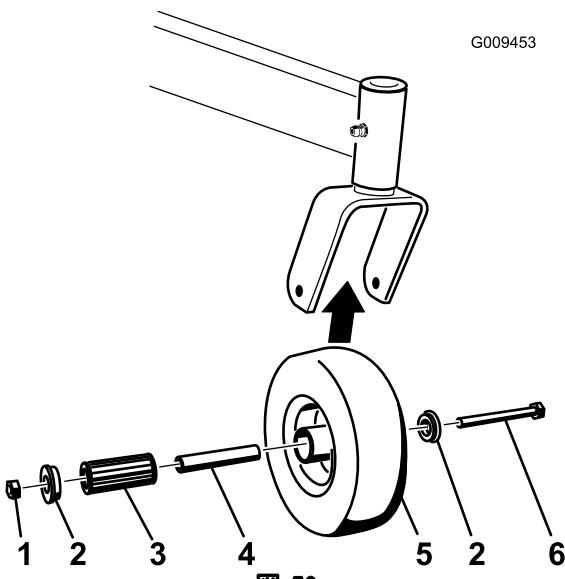

図 59
1. キャスター・ホイールをキャスター・フォークに保持しているボルトとロックナットを外す(図 59)。
2. ブッシュを外し、スパナ・ブッシュとローラ・ベアリングをハブから外す(図 59)。
3. ハブについているもうひとつのブッシュも外し、ハブについているグリスや汚れを除去する(図 59)。
4. ローラ・ベアリング、ブッシュ、スパナ・ブッシュ、それにハブの内側の磨耗具合を点検する。破損したり磨耗したりしている部品は交換する(図 59)。
5. 組み立てるときには、ホイール・のハブにブッシュを1つ入れる。ローラ・ベアリングとスパナ・ブッシュにグリスを塗りつけて、ハブに通す。ハブにもうひとつのブッシュを入れる(図 59)。
6. キャスター・フォークの間にキャスター・ホイール・アセンブリを入れ、ホイール・ボルトとロックナットで固定する。スパナ・ブッシュがキャスター・フォーク内部に当たるまでロックナットを締め付ける(図 59)。